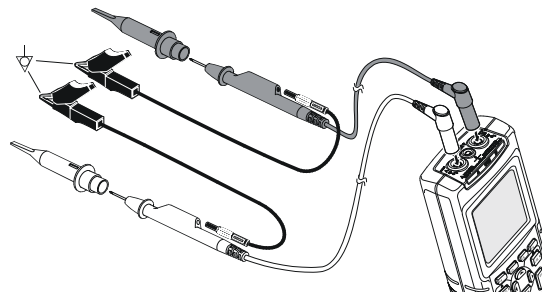

图 9-2. 用短接地导线接地
- 在输入端口 A 和输入端口 B 上测量直流或交流信号时，要使用短接地导线。（见图 9-2。）